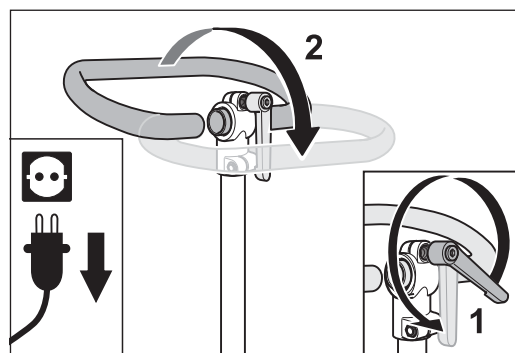

Abb. 15 Den Klemmhebel am Führungsrohr lösen (1) und den Haltebügel in die gewünschte Lage drehen (2).
- 5 Zur Einstellung des Haltebügels lösen Sie den Klemmhebel am oberen Ende des Führungsrohrs (Abb. 15, 1).
- 6 Drehen Sie den Haltebügel in die gewünschte Lage (Abb. 15, 2) und ziehen Sie den Klemmhebel wieder fest an.